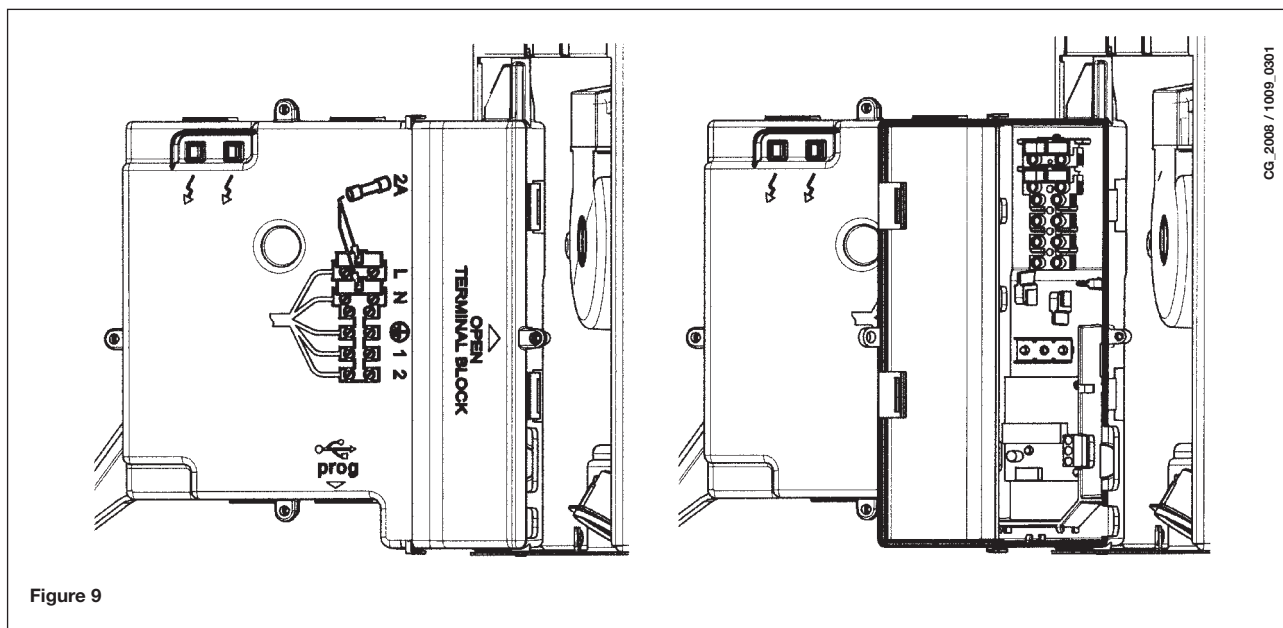

Figure 9
- enlever le couvercle pour accéder aux branchements électriques (figure 9).
- accéder à l'alimentation électrique du bornier d'alimentation (figure 9) ;
- enlever le pontage entre les bornes (1) et (2) ;